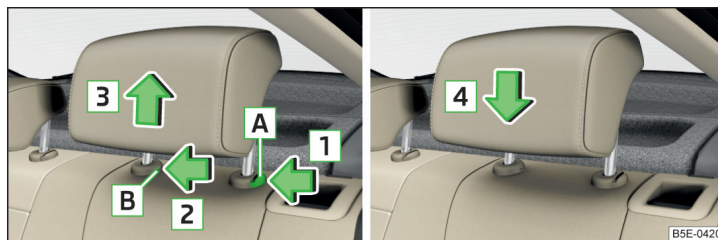

Fig. 74 Scoaterea/introducerea tetierei din spate
- » Mențineți butonul de siguranță **A** în sensul săgeții **1**, în același timp (cu o șurubelniță plată cu lățimea de maxim 5 mm), apăsați butonul de siguranță în deschidere **B** în sensul săgeții **2** și scoateți tetiera în sensul săgeții **3** » **fig. 74**.